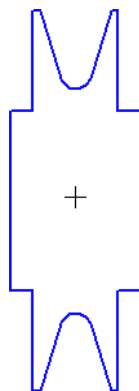

Рисунок 8.
- Укажите точку внутри контура (рис. 8)